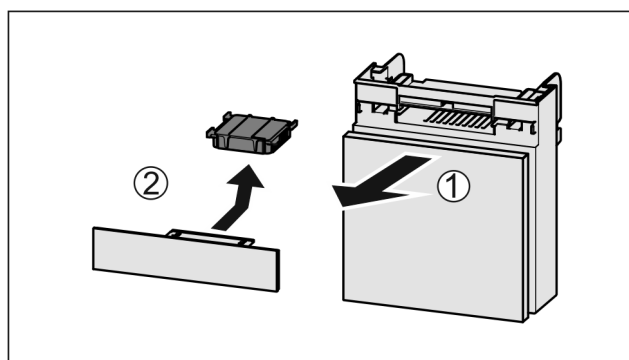

Fig. 36
- ▶ Vytiahnite zásuvku smerom dopredu Fig. 36 (1).
- ▶ Vyberte aktívny uhlíkový filter Fig. 36 (2).